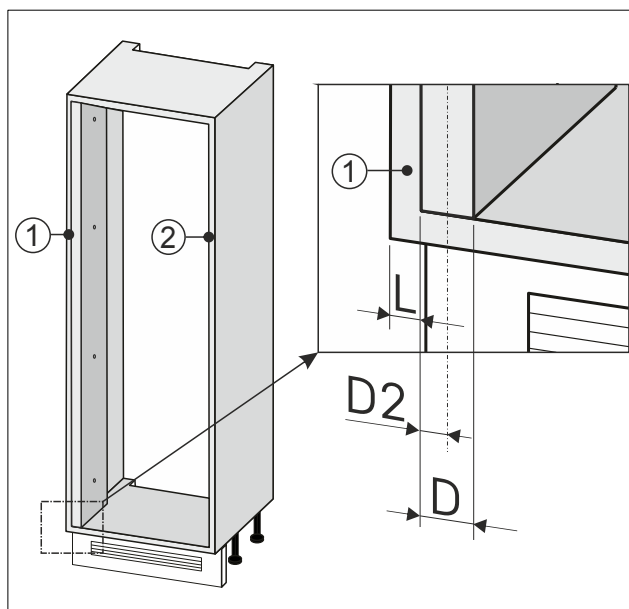

Fig. 94
- ▶ Zanotować połowę szerokości Fig. 94 (D2) elementu wyrównującego ścianę.